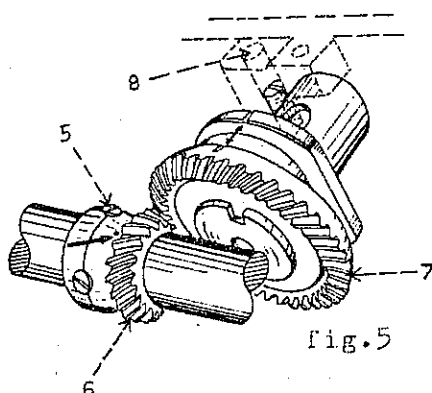

fig.5
- Die zwei Schrauben 5 lösen (Fig. 5).
- Das kleine Zahnrad 6 drehen, bis die Strichmarkierung des großen Zahnrades 7 in der Mitte der Bohrung 8 steht (Fig. 5).